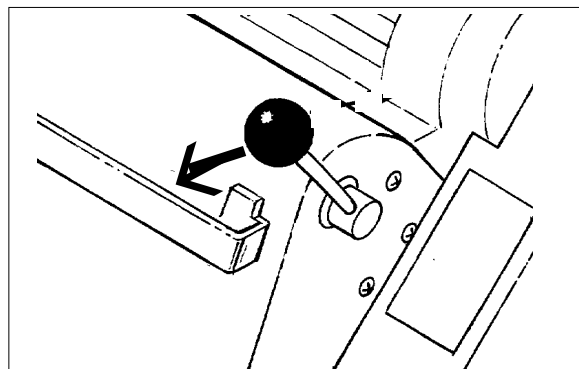

Figure 11
6. Faites tourner le levier à blocage rapide vers l'avant (Voir figure 11).